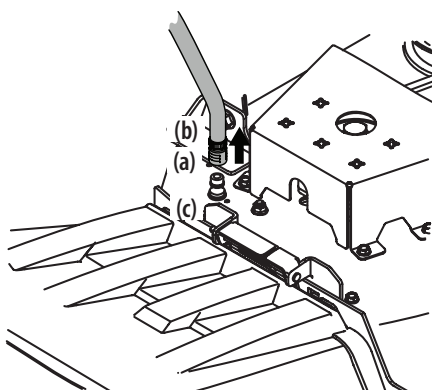

Figure 30
3. Tirez sur le collier d'arrêt (a) de l'adaptateur de buse (b), puis poussez l'adaptateur de buse sur la buse de nettoyage du plateau (c). Relâchez le collier d'arrêt pour verrouiller l'adaptateur de buse sur la buse de nettoyage du plateau. Consultez la Figure 30.